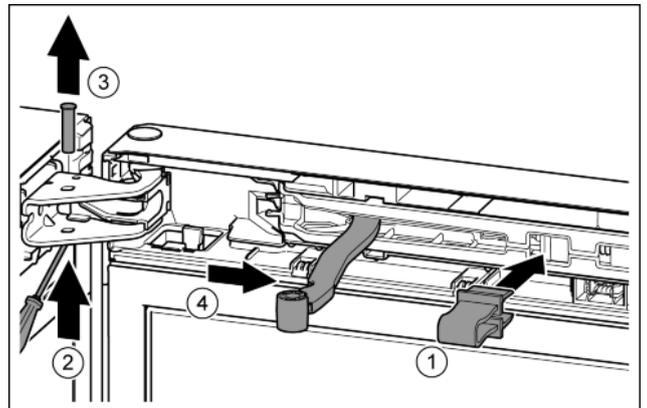

Fig. 9
- ▶ Зафиксировать предохранитель в отверстии. Fig. 9 (1)
- ▶ Выкрутить палец отверткой Т15. Fig. 9 (2)
- ▶ Извлечь палец движением вверх. Fig. 9 (3)
- ▶ Повернуть шарнир в направлении двери. Fig. 9 (4)